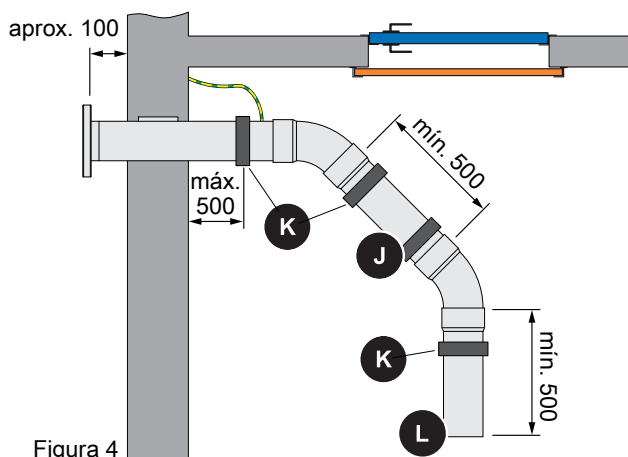

Figura 4
- Empotre en hormigón o emparede los acoplamientos de llenado a una distancia de aproximadamente 100 mm respecto a la pared (figura 4), asegurándose de colocar la protección contra torsión en la pared.
Alargamiento y fijación de los acoplamientos de llenado (figura 4)